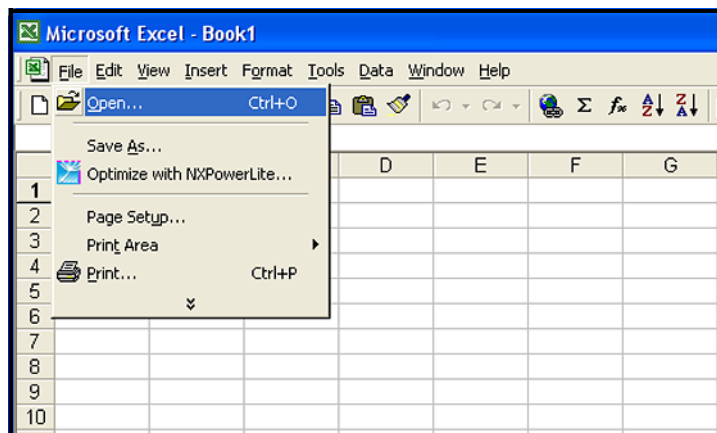

Figura 57: Abrir um arquivo de registro no Microsoft Excel
4. Os arquivos de registro de **dew.IQ** podem ser abertos com um programa de planilha, como o Microsoft Excel. Inicie o programa de planilha e selecione **Abrir** (veja Figura 57 abaixo).